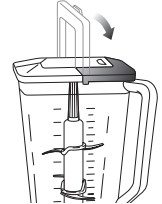

Fig. 5
- 9 En tenant le couvercle par la poignée, en position verticale, déposez-le sur le pichet en alignant la flèche (▼) sur le couvercle avec la flèche (▲) de la poignée du pichet. Poussez la poignée de verrouillage vers le bas afin que les onglets du couvercle s'insèrent sous les languettes du pichet. (Fig. 5)